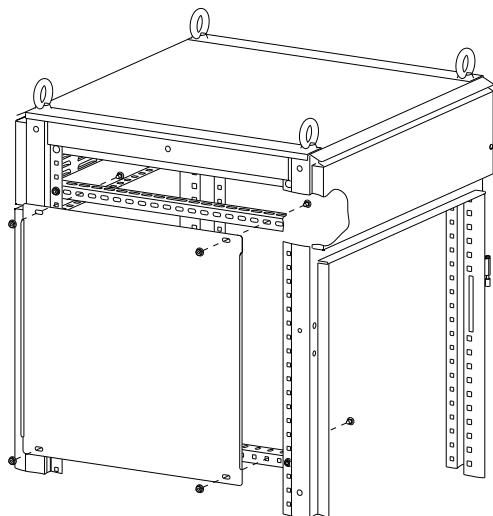

Рисунок 20
10.1.1 Приложите Перегородку 450хXXX с внешней стороны боковой поверхности корпуса к двум предварительно установленным Уголкам для оборудования. Вставьте по очереди в пазы 7×15 каждого Уголка для оборудования по два болта М6×10 и закрепите гайками с фланцем М6 (рисунок 20). Момент затяжки 5 Н·м.
10.2.1 Приложите Перегородку 450хXXX с внешней стороны боковой поверхности корпуса к предварительно установленным двум Боковым П-профилям. Вставьте по очереди в пазы или в квадратные отверстия (зависит от пространственного положения П-профиля) каждого Бокового П-профиля по два болта М6×10 и закрепите гайками с фланцем М6 (рисунок 20). Момент затяжки 5 Н·м.
14.1 Вставьте кузовные гайки в пазы 9×20 предварительно установленных Углов для оборудования (рисунок 20).